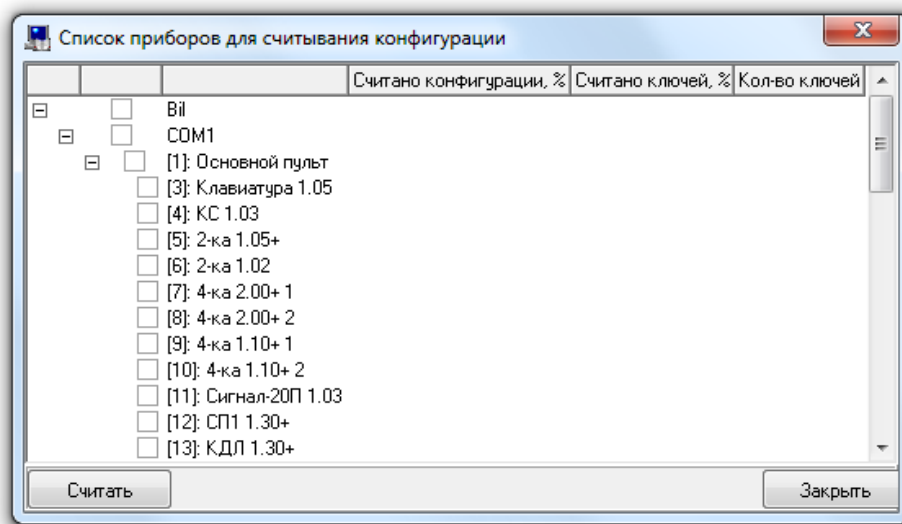

Рисунок 6-892 Диалоговое окно "Список приборов для считывания конфигурации"
- 1) При помощи меню «Сервис»/ «Считать конфигурацию из приборов» вызвать диалоговое окно «Список приборов для считывания конфигурации» (см. Рисунок 6-892).